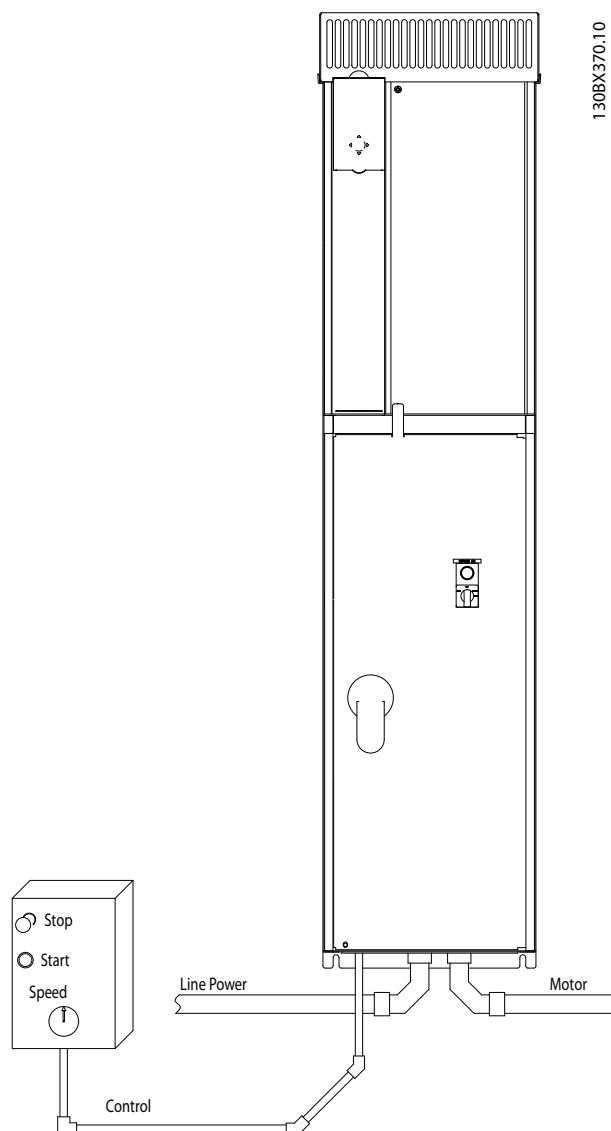

Рисунок 2.3 Правильный электромонтаж с использованием кабелепроводов
- Поскольку проводка двигателя является источником тока высоких частот, важно прокладывать проводку силовых сетей, проводку двигателя и проводку подключения элементов управления отдельно. Используйте металлические кабелепроводы или изолированный экранированный кабель. См. *Рисунок 2.3*. Несоблюдение требований к изоляции силовых кабелей, проводке двигателя и проводке подключения элементов управления может привести к снижению эффективности работы оборудования.